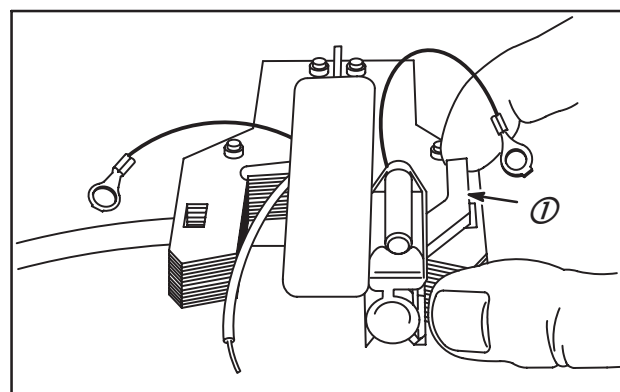

Fig. 13
4. Soulever l'arrêt (1) de l'armature et tirer le module, Fig. 13.